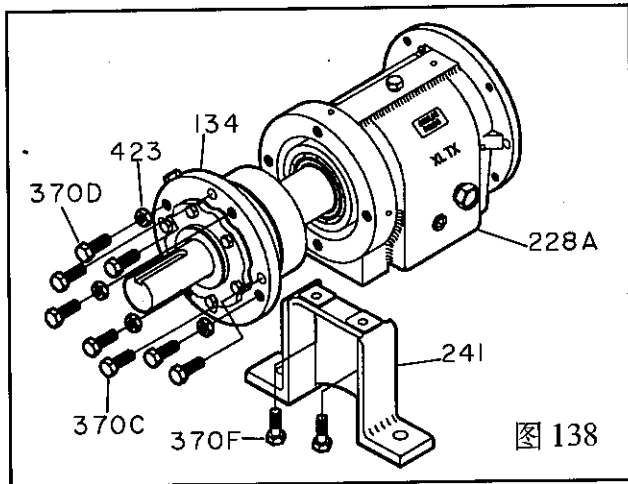

图 138
13. 将轴组件装进轴承箱 (228A)内, 检查轴是否能转动自如。(图 138)